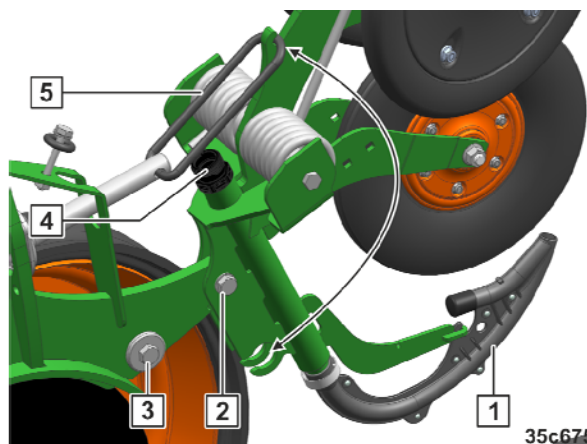

Fig. 315
6. Desserrer et retirer le tube d'injection (Fig. 315/4).
7. Desserrer la vis (Fig. 315/2).
8. Desserrer la vis (Fig. 315/3).
9. Mettre l'unité arrière de soc en position de maintenance et la bloquer avec l'étrier (Fig. 315/5).
10. Le tube d'injection (Fig. 315/1) est sorti du sillonneur.